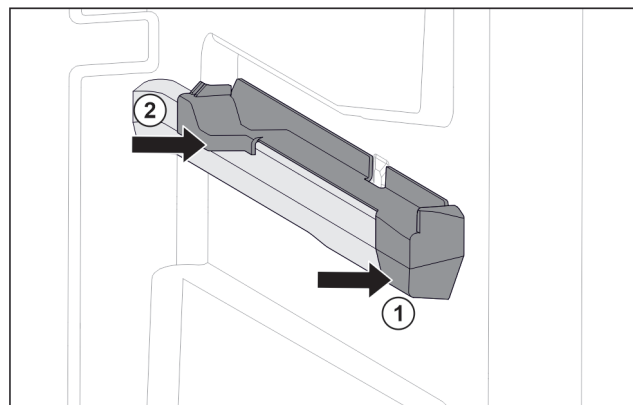

Fig. 79 Élément emboîtable sur la nervure de récipient droite
- Poser le devant de l'élément emboîtable contre la nervure de récipient. Fig. 79 (1)
- Enfoncez l'arrière de l'élément emboîtable. Fig. 79 (2)